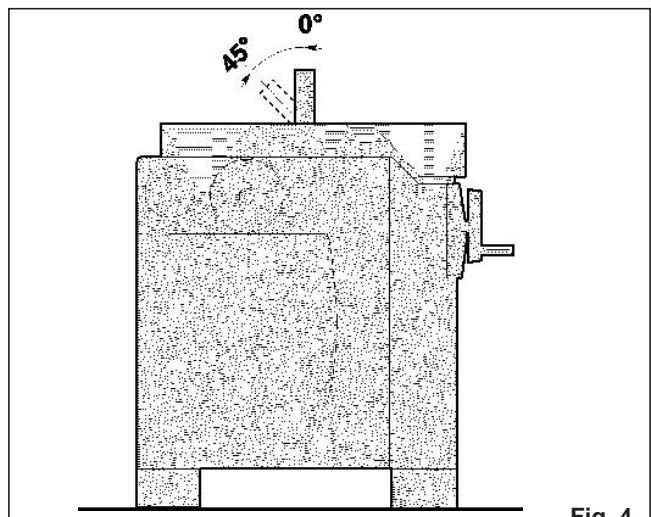

Fig. 4
- Maximal verktygsdiameter (bild 4):